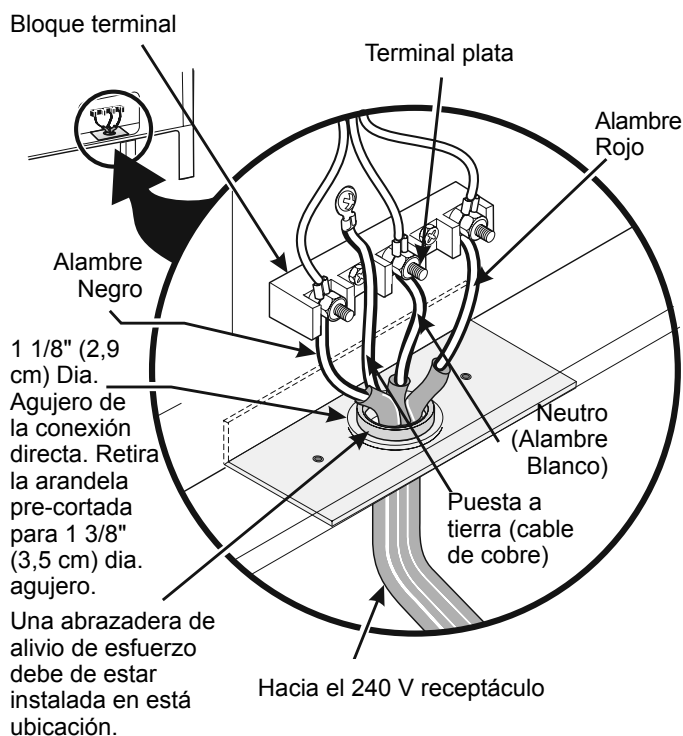

Figura 4
Donde los códigos locales NO permiten la conexión del conductor a tierra del armazón al alambre neutral del cable de bronce del suministro eléctrico (vea figura 4).
3. Utilizar las tuercas suministraron en el paquete de la literatura para conectar el alambre de tierra (verde) del cable de bronce del suministro eléctrico al armazón del electrodoméstico con el tornillo de la base, usando el hoyo del armazón por donde retiró el puente de la base (vea figura 4).
⚠ ADVERTENCIA Desconecte el suministro eléctrico hacia la caja de empalmes antes de hacer la conexión eléctrica. Si el aparato está conectado directamente al cortacircuito, a la caja de fusibles o a la caja de empalmes, use un cable blindado flexible o no metálico recubierto de cobre (con alambre a tierra). Provee una abrazadera de alivio de esfuerzo homólogo UL a cada extremidad del cable. A la extremidad del electrodoméstico, el cable pase a través del agujero de la conexión directa (ver figura 4) en la placa de montaje del cable. El tamaño de los alambres (**alambre de cobre solamente**) y las conexiones deben estar conforme al régimen del electrodoméstico.